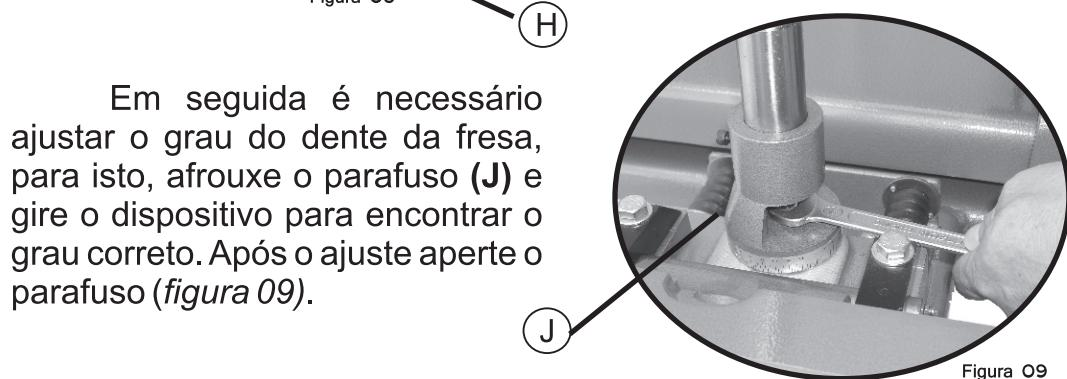

Figura 09
Em seguida é necessário ajustar o grau do dente da fresa, para isto, afrouxe o parafuso (J) e gire o dispositivo para encontrar o grau correto. Após o ajuste aperte o parafuso (figura 09).